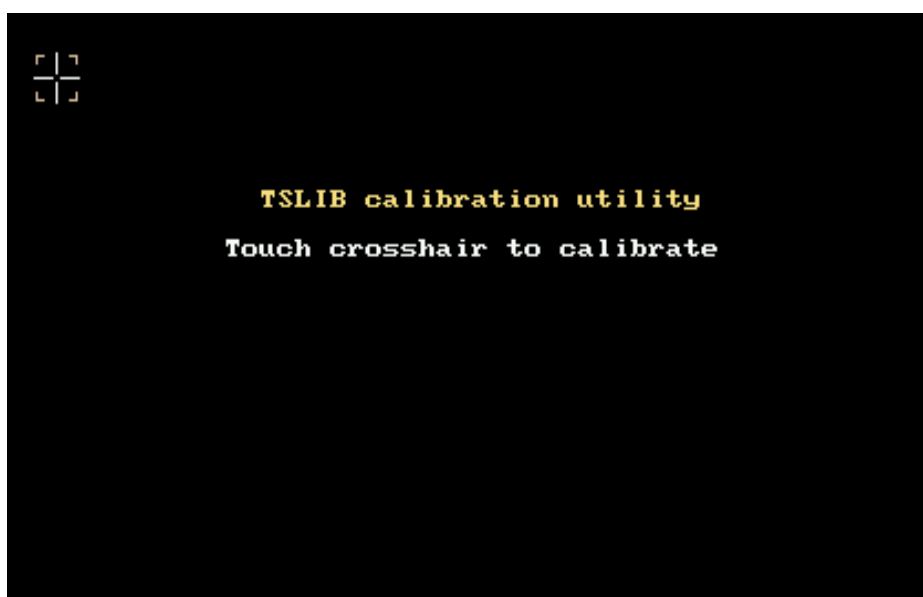

图 13 系统校准界面
- ① ARM主板的【SW1】拨向上，关闭ARM主板电源。拔下USB线，将主板的【J1】处短路帽短接到【NAND】一侧，将其设置为从Nand Flash启动，【SW1】拨向上，Linux系统开始启动。
- ② Linux系统烧写后第一次启动时会进入触摸屏校正界面，如图13所示，依照屏幕提示，使用触摸笔逐个点击“十”图标，进行校准操作。